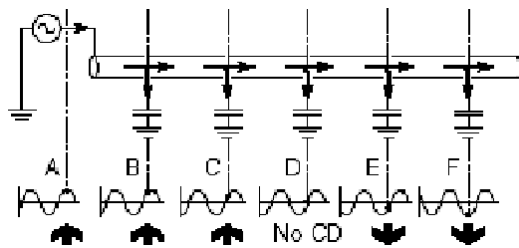

Abbildung 9.2: CD-Rücksetzung
Abbildung 9.2 zeigt eine unterirdische Leitung mit einer signifikanten Kapazität zur Erde. Hier ist die allmähliche Phasenwinkelverschiebung entlang der Leitung dargestellt. Das Diagramm zeigt einen Referenzpunkt an jeder Wellenform. Zunächst tritt ein Referenzpunkt rechts auf der Amplitude einer positiven Halbwelle (A) auf. Er bewegt sich allmählich zum Nullpunkt (D) und endet an der Amplitude einer negativen Halbwelle (F). Die angezeigte Richtung hat sich von vorwärts auf rückwärts geändert. Am Nullpunkt (D) kann die Richtung des Signalstroms nicht bestimmt werden. An diesem Punkt werden die CD-Pfeile auf dem RD8200 Empfänger aufblincken. Im in der Abbildung wiedergegebenen Beispiel wird durch Rückkehr zu Punkt (C) – dem letzten Punkt, an dem eine korrekte CD-Anzeige erfolgt ist – und einem durchgeführten CD-Reset die Reaktion bei (F) gleich der von (A) sein.